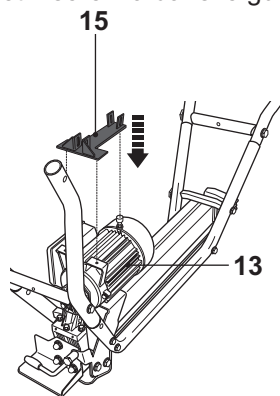

Fig. 2e
- > Placez le chariot [15] sur le moteur [13] (Fig. 2e).